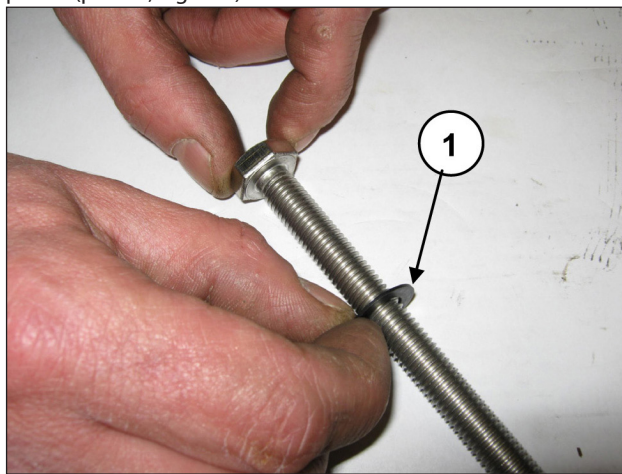

Fig. 176
Introducir la arandela $\varnothing 10 \times 18 \times 0.9$ en el tornillo de fijación del pistón (pos. ①, Fig. 176).